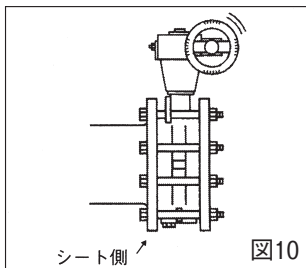

図10
- T. 5500 (ラグタイプ) 5600 (フランジタイプ) のバルブにおいて二次側を開放される場合は、シートリング側を一次側とし、必ず配管ボルトにて締め付けてください。(図10)